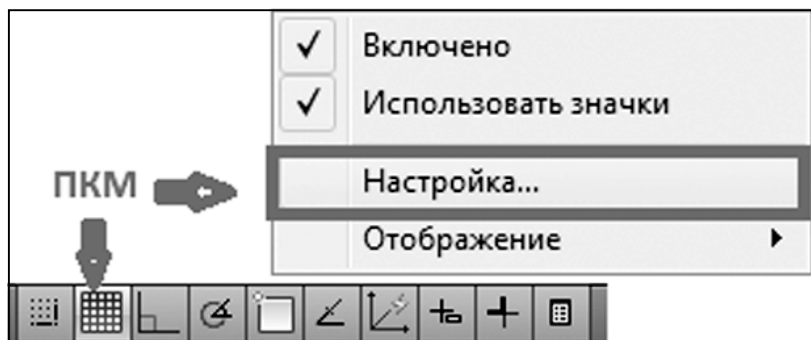

Рис. 2.23. Вызов окна настроек сетки
1. Вызвать диалоговое окно «Настройка чертежа» — в строке состояния правой кнопкой мыши нажать на команду «Сетка» и выбрать команду «Настройка» (рис. 2.23).